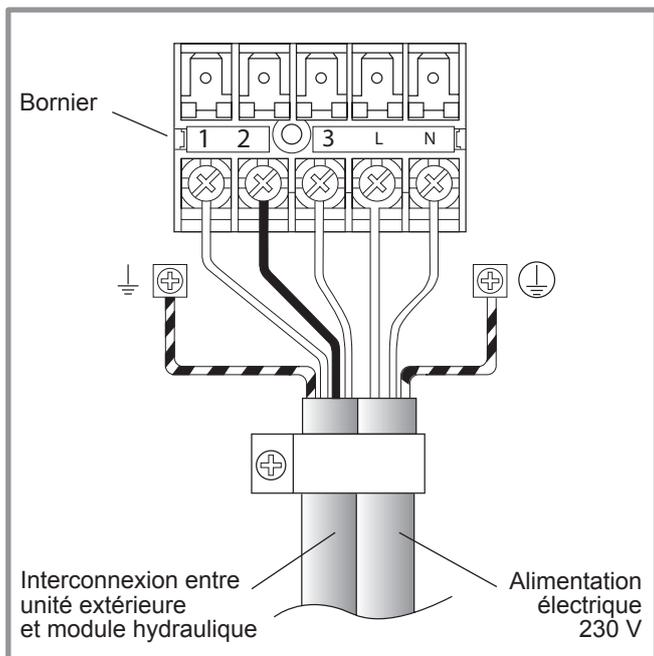

figure 45 - Connexions au bornier de l'unité extérieure
- Effectuer les raccordements suivant le schéma (figure 45).